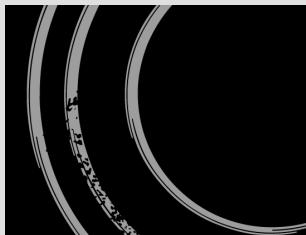

рис. 5
**Сахар и сладкие блюда** могут сильно повредить стеклокерамическую поверхность (рис. 5), поэтому во избежание повреждения поверхности немедленно удаляйте их с помощью скребка, даже если варочная поверхность еще не остыв (рис. 4).